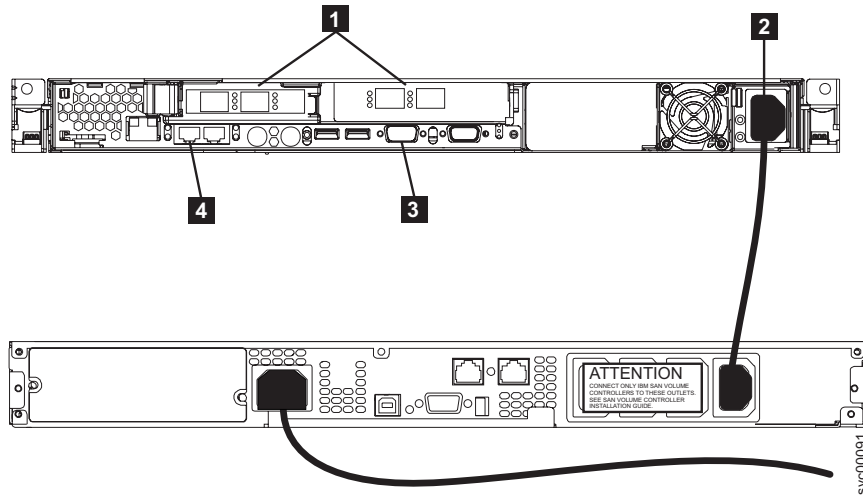

Abbildung 1. Netzkabel- und Signalanschlussbuchsen für den SAN Volume Controller 2145-8F2 und die 2145 UPS-1U
2. Stellen Sie sicher, dass das Netzkabel **2** an die Ladesegmentanschlussbuchse der 2145 UPS-1U angeschlossen ist. Stellen Sie zudem sicher, dass das andere Ende des Netzkabels der 2145 UPS-1U an den Verteilungspunkt im Rack angeschlossen ist. Abbildung 1 zeigt die Anschlüsse für den SAN Volume Controller 2145-8F2 und die 2145 UPS-1U.